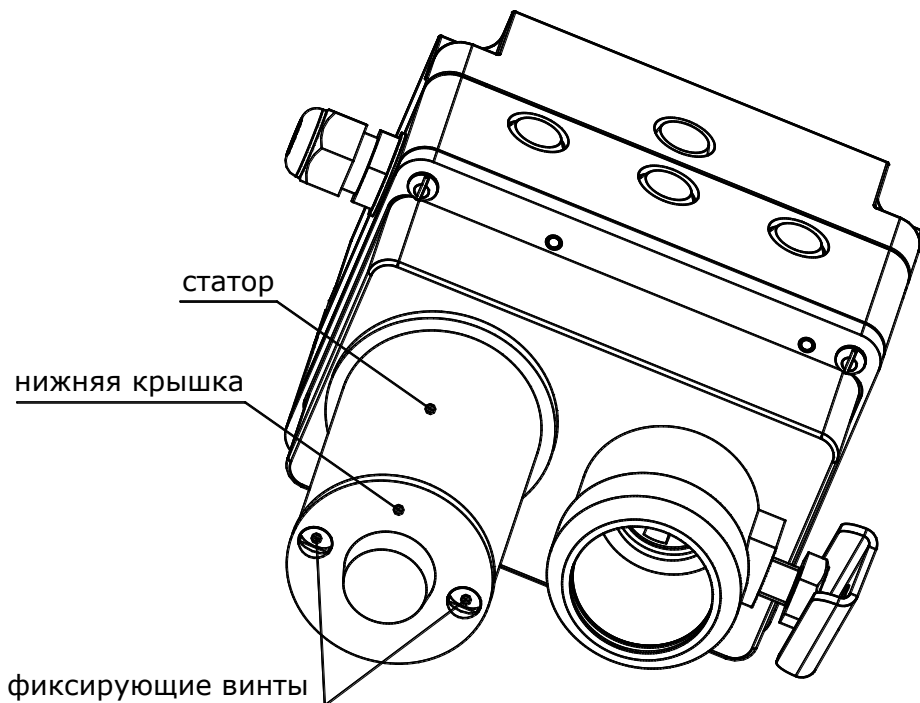

Рис. 9.1
- Установить привод на ровную поверхность крышкой вниз, открутить фиксирующие винты статора (см. рис. 9.1).